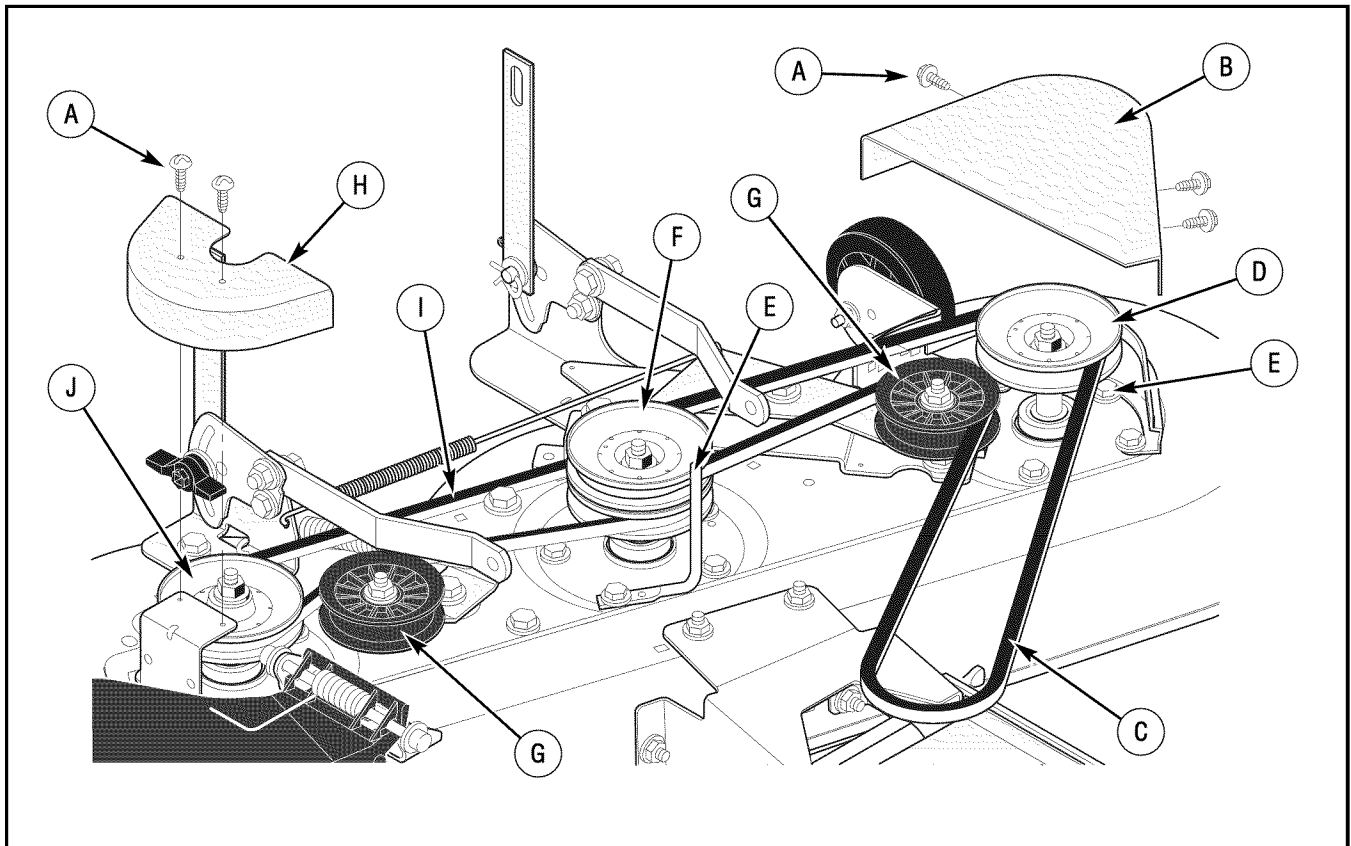

Figura 38: Ensamblaje de la correa de tracción del cortacésped
2. Retire los tres tornillos de la cubierta de la polea izquierda. Retire la tapa de la polea (Figura 38).
2. Retire la correa de tracción primaria del cortacésped desde la polea doble (Figura 38).